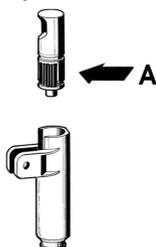

figura 2
- 2 - Lubrificare il pistone rubinetto (nella zona A indicata in figura 2) utilizzando esclusivamente il grasso fornito dal fabbricante o altro grasso per uso alimentare.